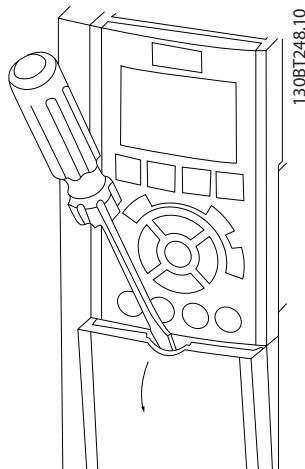
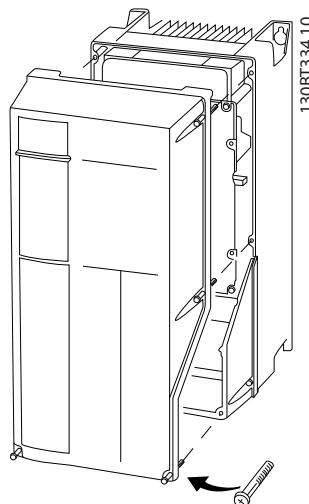

図 4.4 IP20 及び IP21 エンクロージャーの配線アクセス
図 4.5 IP55 及び IP66 エンクロージャーの配線アクセス
- ドライバーで(図 4.4を参照)、または取り付けネジをゆるめて(図 4.5を参照)、カバーを取り外します。